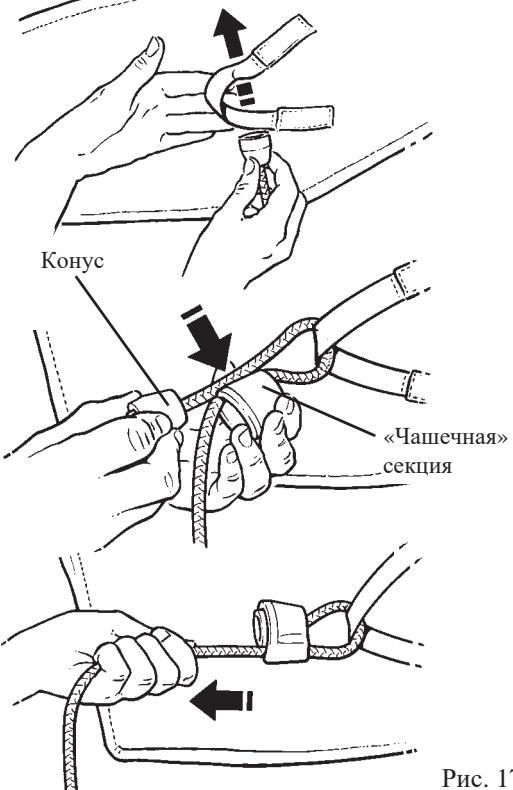

Рис. 17
**Предупреждение.** Убедитесь, что конус плотно вошел в «чашечную» секцию (см. рис. 17).
Возьмите каждый из соединительных шнурков и присоедините к стропе (см. рис. 17).
1. По обе стороны от основной части стропы расположены петли крепления шнурков. Присоедините к ним шнурки (метод Loop Lock, показанный ранее на рис. 17). После правильного закрепления обоих шнурков отрегулируйте оба шнурка до одинакового состояния, выбрав слабину, но чтобы шнурки не тянули пациента вперед.
**Предупреждение.** Зафиксируйте соединительные шнурки в удерживающих зажимах (см. рис. 17).